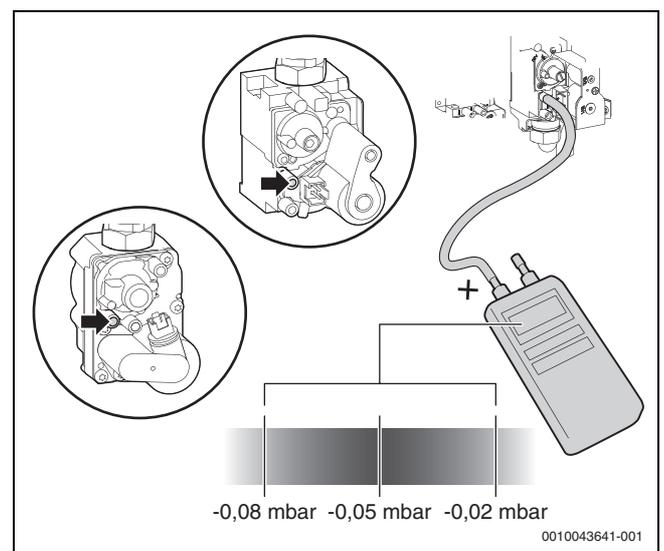

Fig. 39 Mesurer la pression différentielle
- ▶ Ouvrir la vis de mesure pour la pression différentielle de la vanne gaz (→ Figure 39).
- ▶ Mesurer la pression différentielle de la vanne gaz (→ Figure 39). La pression différentielle idéale est de -0,05 mbar.